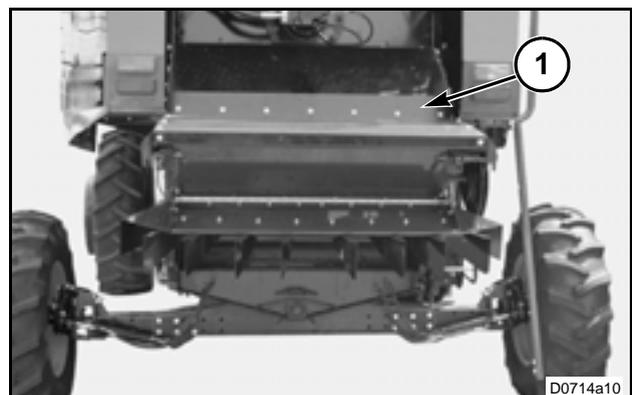

FIG. 189
FIG. 189: La estructura de escape (1) del rotor dirige los residuos de la cosecha hacia el picador de paja, hacia el esparcidor o directamente al suelo cuando no se cuenta con picador o esparcidor.